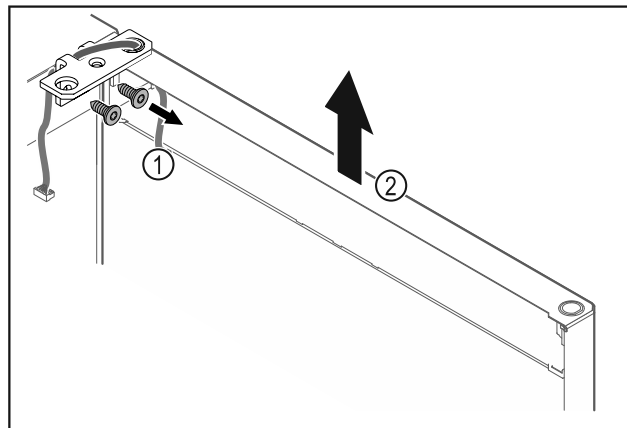

Fig. 25
- Scharnierwinkel Fig. 25 (1) abschrauben.
- Tür inklusive Scharnierwinkel Fig. 25 (2) circa 200 mm gerade nach oben heben und abnehmen.